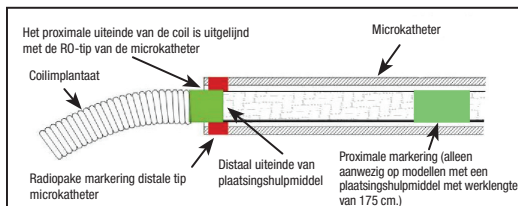

Afbeelding 3 – Trek proximaal aan krimp-slot
16. Houd het hulpmiddel net distaal van de krimpsluiting en trek de krimpsluiting proximaal om het lipje op de inbrenghuls bloot te leggen. Zie afbeelding 3.